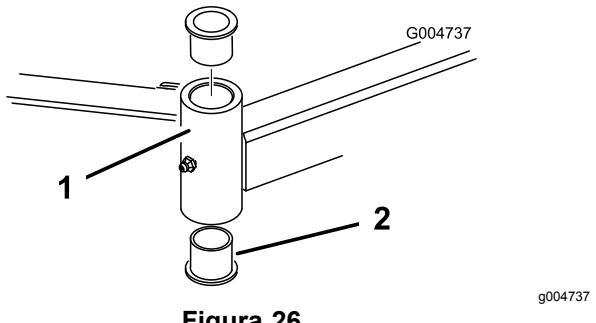

Figura 26
4. Inserite un punteruolo nella parte superiore o inferiore del tubo di fissaggio, e spingete la boccola fuori del tubo (Figura 26). Estraete dal tubo anche l'altra boccola. Pulite l'interno dei tubi di fissaggio.